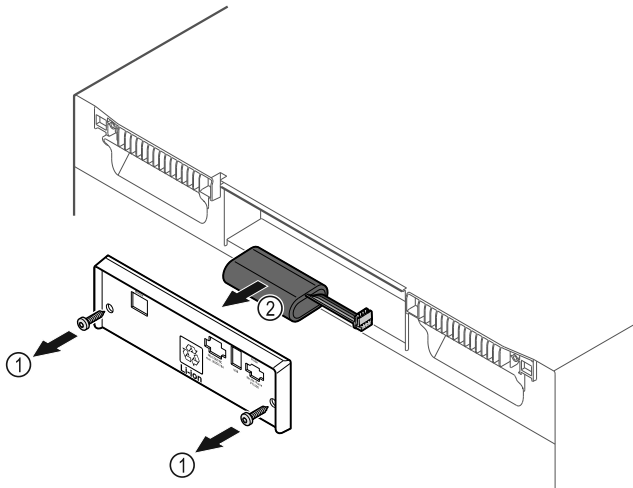

Fig. 229
- ▶ Schroeven eruit draaien en het afdekplaatje aan de achterkant van het apparaat verwijderen Fig. 229 (1).
- ▶ Batterij ontkoppelen en verwijderen Fig. 229 (2).